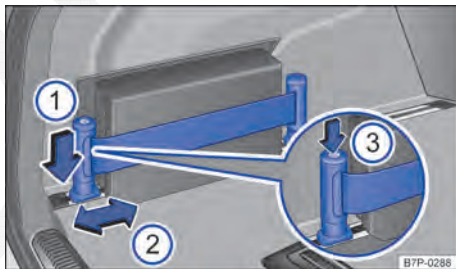

Fig. 133 No compartimento de bagagem à esquerda: cinta tensora.
- Pressionar o suporte para baixo ⇒ Fig. 133 ① e, ao mesmo tempo, empurrar para a posição desejada ②.
- Pressionar o botão do suporte ③ para apertar a cinta.